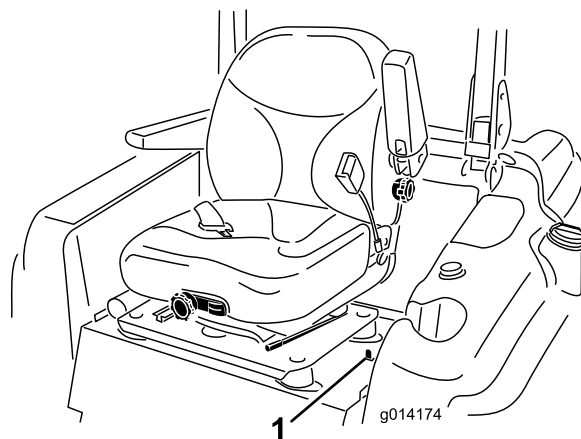

Figure 20
1. Déplacez le verrou du siège, situé sur le côté gauche du siège, vers l'arrière pour déverrouiller le siège et tirez le haut du siège en avant (Figure 20).